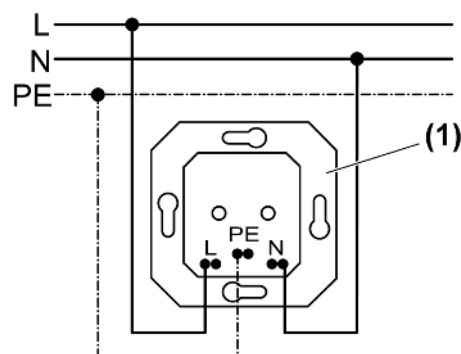
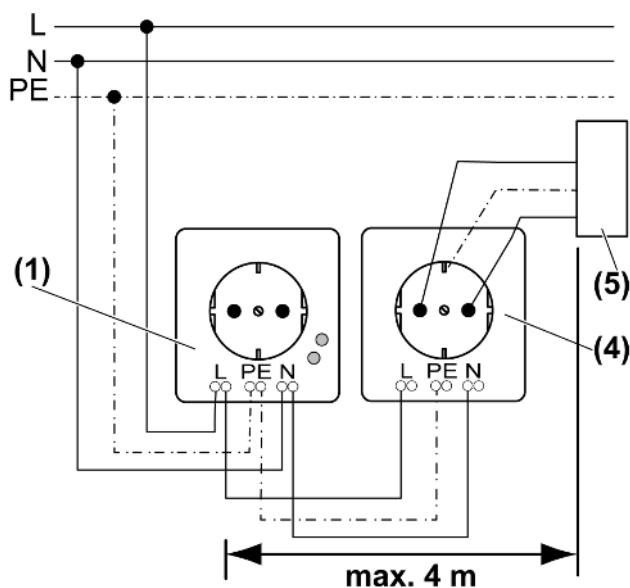

Imagen 2: Plano de conexiones de enchufe individual
Imagen 3: Plano de conexiones de conjunto de enchufes
- (1) Enchufe hembra protector contra sobretensiones
- (4) Enchufe hembra en versión estándar
- (5) Consumidor
- Conectar el enchufe hembra protector contra sobretensiones según plano de conexiones de enchufe individual (Imagen 2) o plano de conexiones de conjunto de enchufes (Imagen 3).